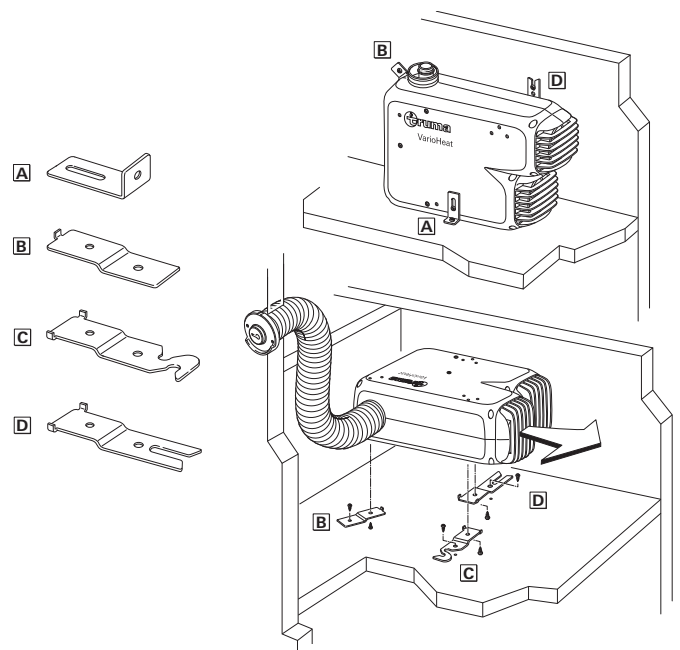

Bild 12
Fixera rören var 50:e cm med en klämma (15) (bild 12)